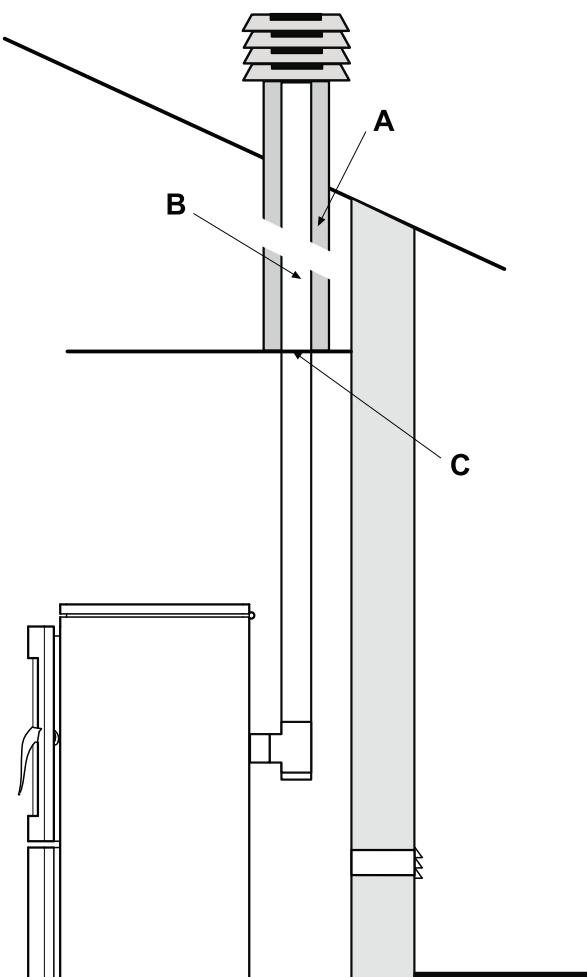

Fig. 5.5.5
- En présence d'un conduit de cheminée de section supérieure, il est nécessaire d'entuber celle-ci à l'aide d'un tuyau en acier (de diamètre fonction de la longueur) isolé (Fig. 5.5.5).
- En caso de cañón de humo de sección mayor es necesario "entubar" el cañón de humo con una tubería de acero (cuyo diámetro es en función del recorrido) oportunamente aislada (Fig. 5.5.5).